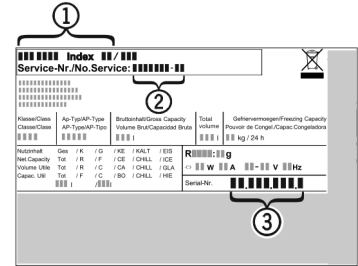

Fig. 11
- ▶ Prietaiso pavadinimas *Fig. 11 (1)*, techninio aptarnavimo Nr. *Fig. 11 (2)* ir serijos Nr. *Fig. 11 (3)* užrašyti duomenų skydelyje. Duomenų skydelis yra prietaiso viduje, kairiajame šone.
- ▶ Susiekite su techninio aptarnavimo skyriumi ir praneškite apie gedimą, taip pat pasakykite prietaiso pavadinimą *Fig. 11 (1)*, techninio aptarnavimo Nr. *Fig. 11 (2)* ir serijos Nr. *Fig. 11 (3)*.